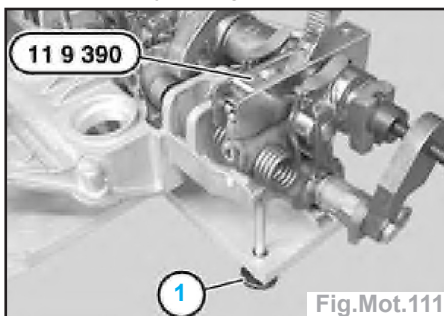
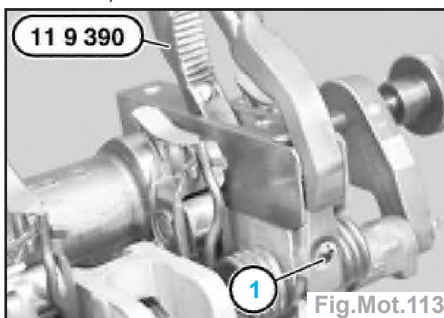

Fig.Mot.111
Fig.Mot.113
- Mettre en place l'outil **11 9 390** sur la console de palier ; le fixer avec l'écrou (1). Ne pas serrer l'écrou (1), uniquement le positionner sans jeu (Fig.Mot.111).
- S'assurer que l'outil **11 9 390** est bien fixé dans la plaque de fixation (Fig.Mot.113).
- Déposer le ressort de torsion (1).
- Déposer l'écrou (1) (Fig.Mot.111).
- Mettre en place l'outil 11 9 390 sur la console de palier (Fig.Mot.111).
- Aligner le trou de la vis (1) par rapport au filetage au moyen de l'outil 11 9 390 (Fig.Mot.113).
- Monter la vis (1) et la serrer.